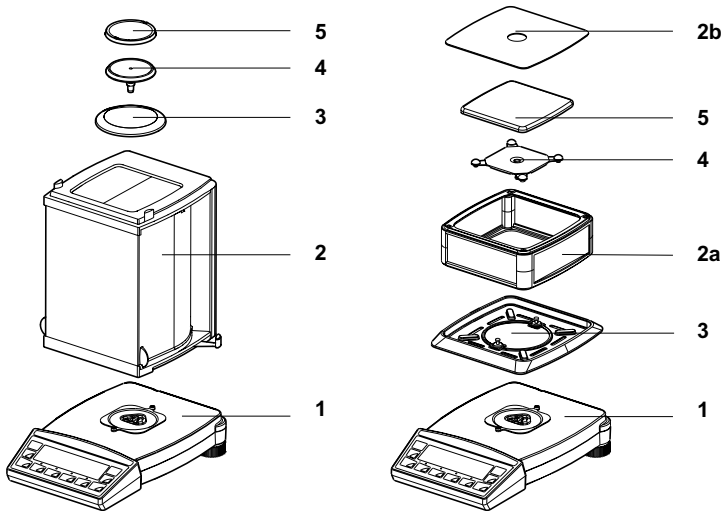

Fig. 2.1 Votre balance
La balance est composée du corps de balance (1), d'un porte-plateau de pesage (4) et d'un plateau de pesage (5) qui, selon configuration, peut être rectangulaire (Fig. 2.1, droite) ou circulaire (Fig. 2.1, gauche).
Selon la configuration, (voir chapitre 2.3 "Caractéristiques et dimensions"), la balance est livrée avec un petit (Fig. 2.1, droite) ou d'un grand (Fig. 2.1, gauche) paravent (2) et/ou d'un anneau de protection (3).